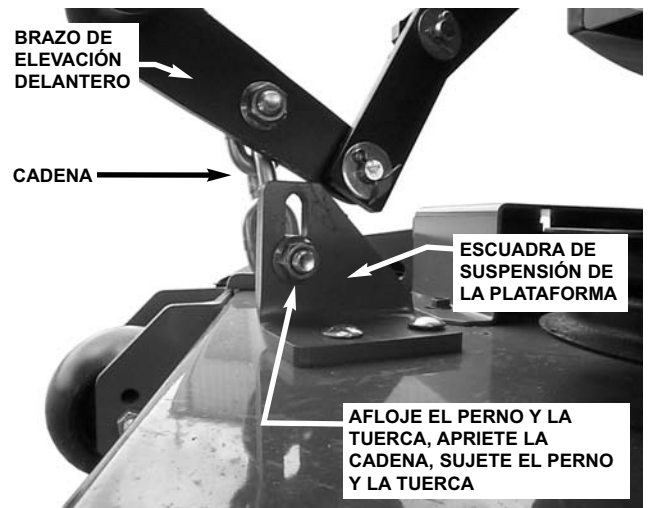

FIGURA 5.5
6. Afloje las tuercas y los pernos que sujetan las dos cadenas de suspensión delanteras de la plataforma. Ajuste las cadenas hasta sentirlas tensas y apriete los pernos y las tuercas. Apriete entre 20 y 30 lbs-pie. Vea la figura 5.5.